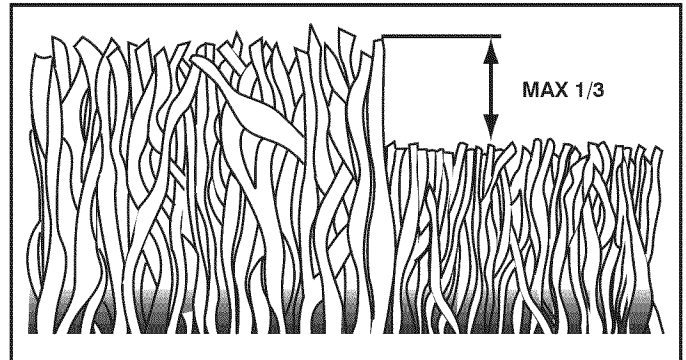

FIG. 13
- Para obtener los mejores resultados, ajuste la altura del corte de la segadora de modo que ésta corte solamente el tercio superior de las hojas de césped. En el caso de que el césped haya crecido demasiado, puede ser necesario el elevar la altura del corte para reducir el esfuerzo necesario para empujar la segadora y para evitar sobrecargar el motor, dejando montones de recortes de césped. Para un césped muy pesado, reduzca el ancho del corte pasando por encima del lugar anteriormente cortado y siegue lentamente (vea Fig. 13).